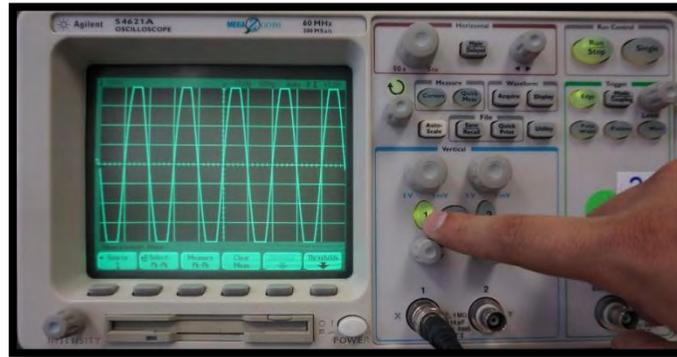

Figura D.7. Se deshabilita la entrada o canal 1.
7. Cuando ya no queremos utilizar el osciloscopio por el momento, pero si se ocupará más adelante, solo se deshabilita la entrada. Se oprime dos veces el botón de la entrada, en este caso 1, para deshabilitar la entrada (figura D.7).